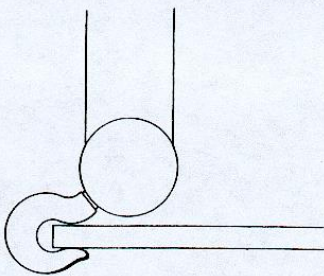

fig.92
- **NE JAMAIS** utiliser la pointe du crochet comme base d'appui de la charge (fig.92).